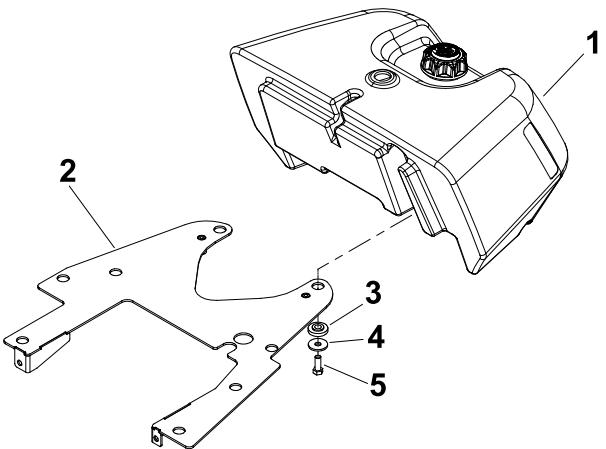

Figure 5
1. Retirez les 4 vis d'assemblage, rondelles plates et bagues à embase qui fixent le réservoir de carburant au plateau de montage (Figure 5).
- précédemment ; voir la Figure 5 sous Dépose du réservoir de carburant \(page 8\).